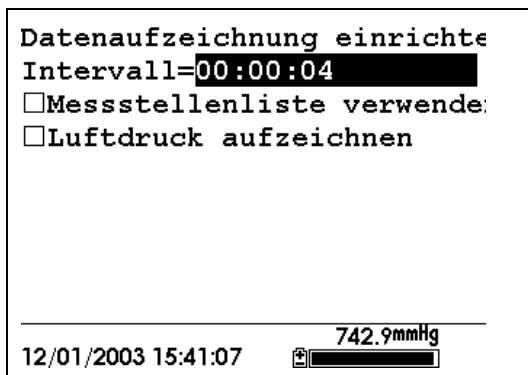

Abbildung 9.2 Datenaufzeichnung einrichten-Bildschirm
2. Verwenden Sie die Pfeiltasten, um die Selektion **Luftdruck aufzeichnen** hervorzuheben. Siehe Abbildung 9.2 Datenaufzeichnung einrichten-Bildschirm.